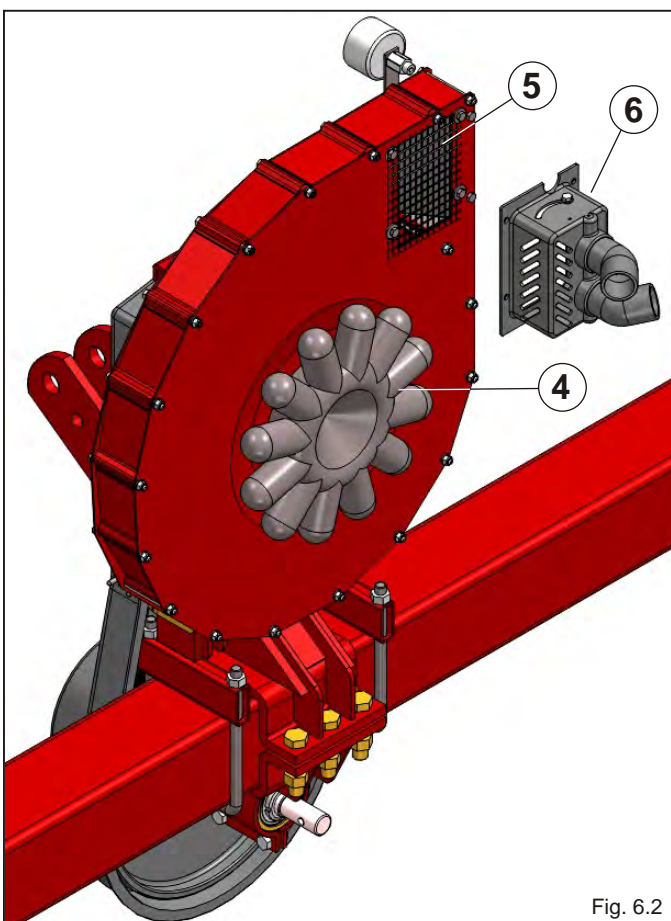

Fig. 6.2
- Ein Riemenantrieb 7 (Abb.6.2), der aus einer Antriebsscheibe 8 mit Anschluss für die Zapfwelle und einem Schutzgehäuse 9 besteht.